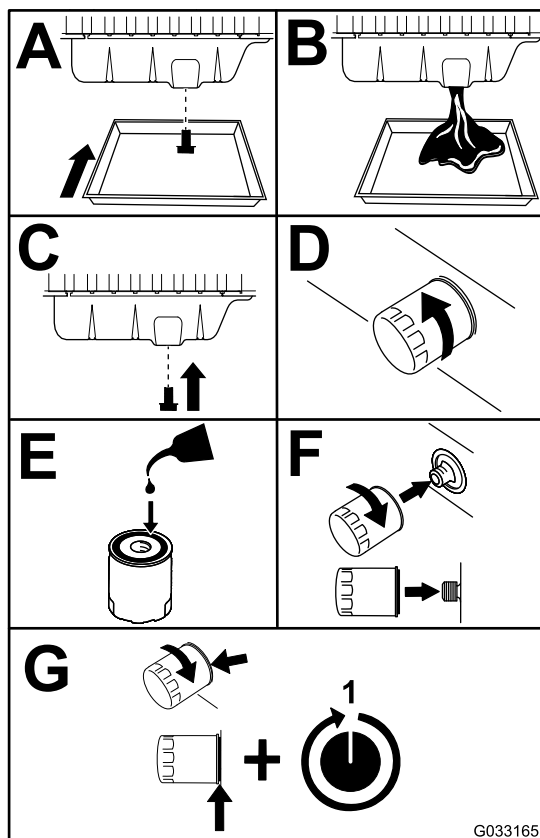

Figure 49
3. Vidangez l'huile moteur et remplacez le filtre à huile (Figure 49).